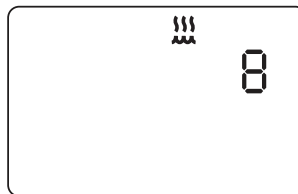

Abb. 6-6 Bildschirm mit Luftbefeuchter-Einstellung
1. Auf dem Standby- oder Überwachungsbildschirm die Taste  drücken und einige Sekunden lang gedrückt halten. Der Bildschirm mit der Luftbefeuchter-Einstellung erscheint (siehe Abb. 6-6).